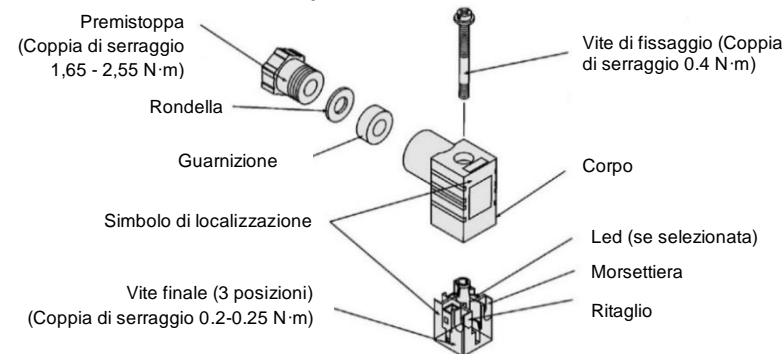

Figura 7. Costruzione del connettore DIN JSX10
- Serrare viti e raccordi secondo la Figura 7 o 8.